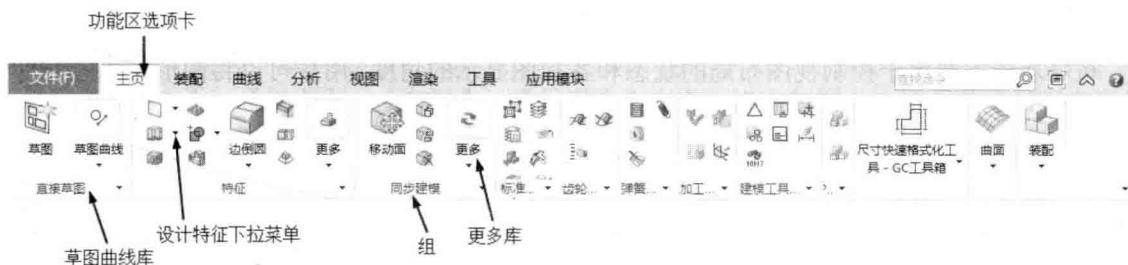

图 1-2 功能区
- 3) 功能区：用于显示 UG NX 12.0 的常用功能（以主页选项卡为例，如图 1-2 所示）。